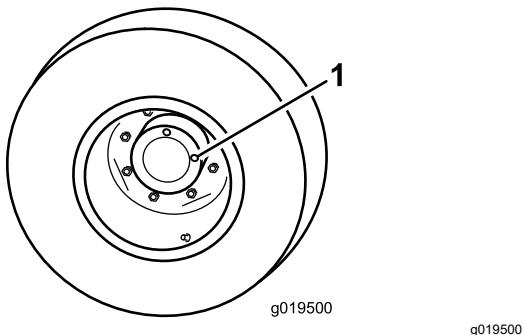

Рисунок 65
- Поставив машину на ровную поверхность, расположите колесо так, чтобы одна контрольная пробка находилась в положении «12 часов», а вторая — в положении «3 часа» (Рисунок 65).
- Снимите пробку, находящуюся в положении «3 часа» (Рисунок 65).